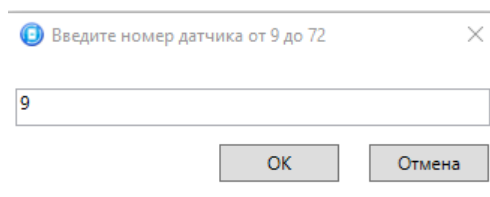

Рисунок 4.43 — Ввод номера радиоустройства
2. В открывшемся окне укажите номер радиоустройства из числа ещё не занятых в нумерации ШС и радиоустройств (в указанном диапазоне) и нажмите кнопку **ОК** (см. рисунок 4.43).